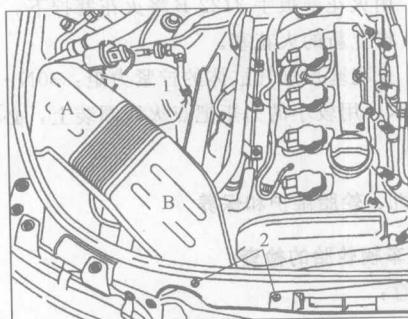

图 1-18 拆下吸气软管和空气吸气软管
(1) 吸气软管 A 向上取出，把压片 1（如果有的话）从活性炭罐电磁阀的支架中拔出，如图 1-18 所示。
(2) 松开两个螺钉 2 并拆下空气吸气软管 B (如图 1-18 所示)。
(3) 四缸五气门 1.8L 涡轮增压发动机